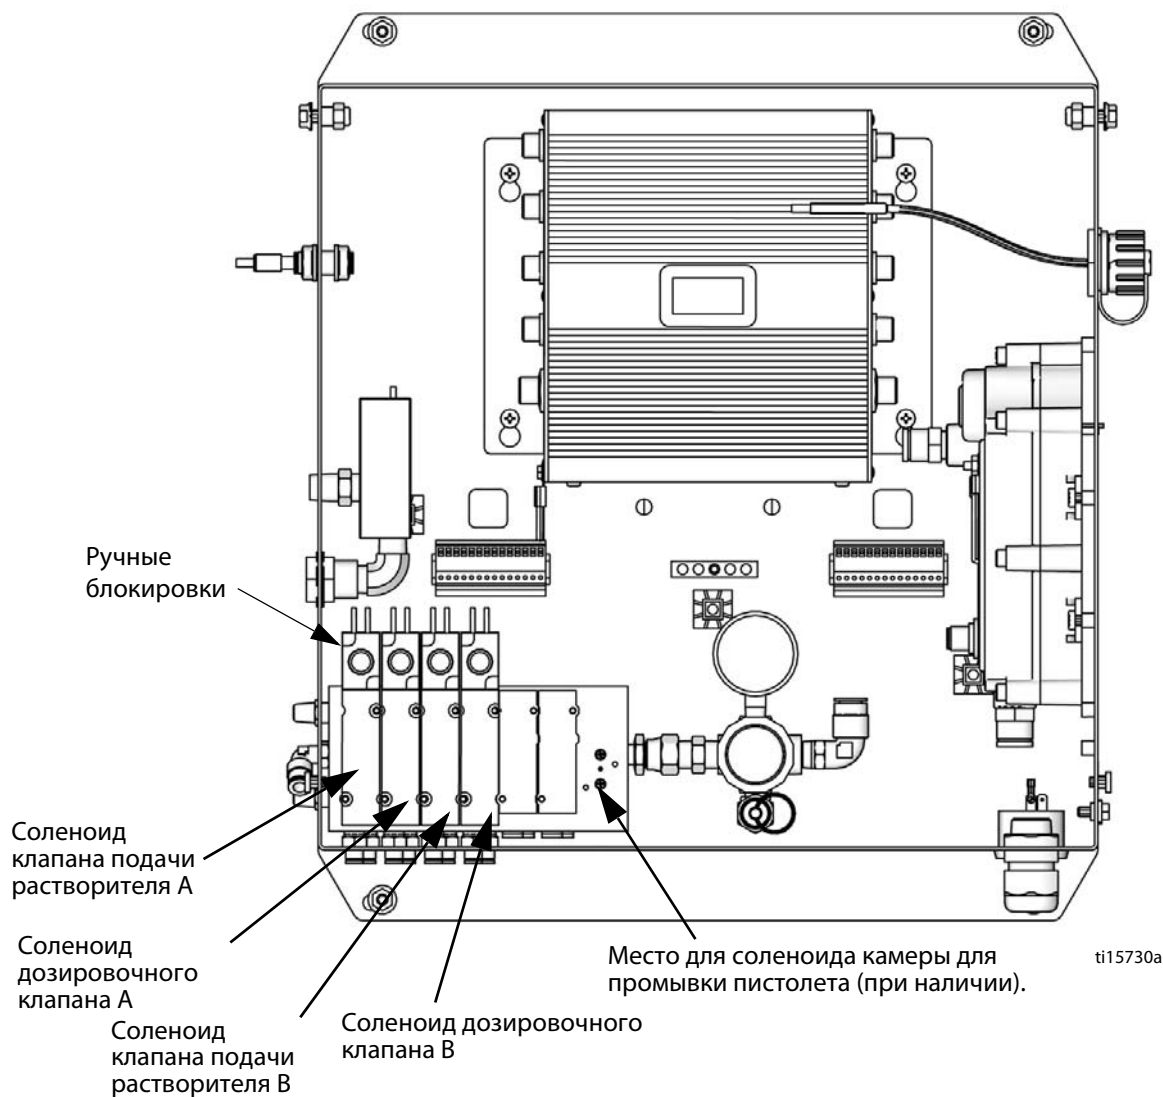

Рис. 19. Соленоидные клапаны в блоке управления
7. Снимите крышку блока управления для получения доступа к соленоидным клапанам. См. Рис. 19.
4. При нажатом курке пистолета установите ручную блокировку на соленоидах дозирующих клапанов А и В, и растворителя, чтобы сбросить давление. См. Рис. 19. Удостоверьтесь в том, что давление жидкости упало до 0.